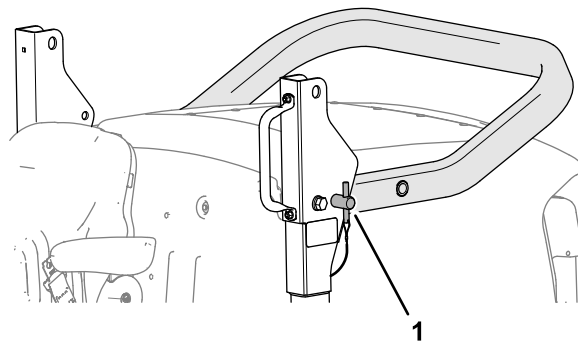

Figure 23
2. Retirez les axes des supports de pivot de l'arceau de sécurité (Figure 23).